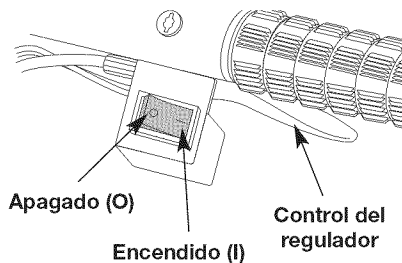

Fig. 6
**NOTA:** No hay necesidad de girar la unidad. Encendido/de parada el control (Fig. 6) está en la posición de trabajo siempre (I).
2. Coloque el control de encendido y apagado en posición de APAGADO (O) (Fig. 6).